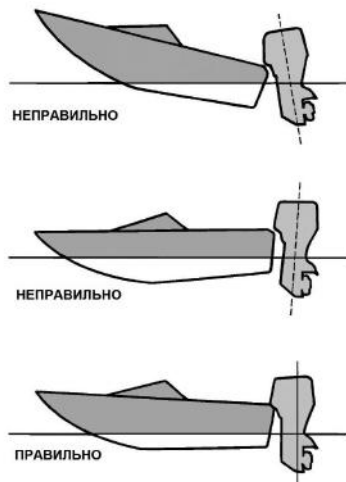

Рис. 41 Установка угла дифферента лодочного мотора
- Нужно устанавливать такой угол дифферента, чтобы на максимальной скорости лодка шла параллельно поверхности воды (Рис. 41).